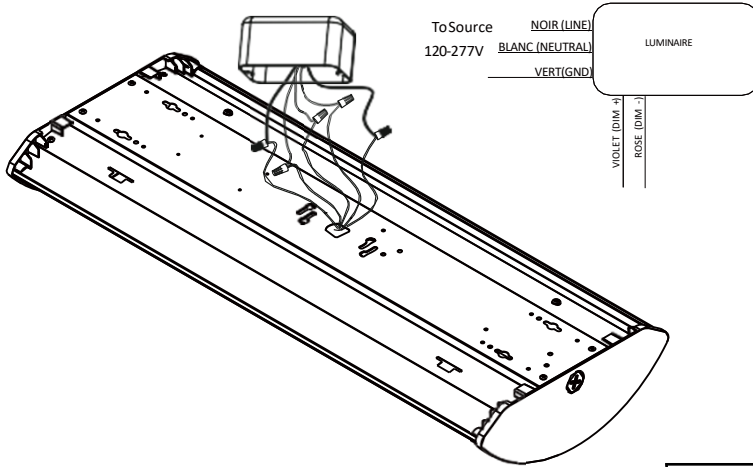

Figure 18
- Raccordez le fil noir au fil de phase, le fil blanc au fil neutre et le fil vert à la mise à la terre. Utilisez les écrous métalliques fournis pour sécuriser les connexions. **Reportez-vous à la Figure 18.**